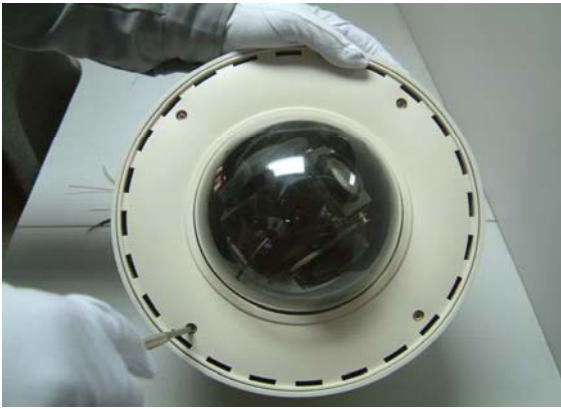

图 13
- 4.将球罩装饰圈上 ST2.9X10 自攻螺钉松开,将外桶内的连接铰链用此自攻螺钉固定在装饰圈上,然后将球罩上的 4 个不脱出螺钉对准外桶上的螺纹孔拧紧固定 (见图 13)。